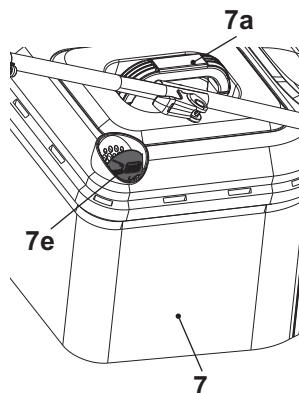

Fig. 15
1. Lorsque la trappe (7e) est ouverte, le bac de ramassage possède un volume restant suffisant pour ramasser de l'herbe (Fig. 15).